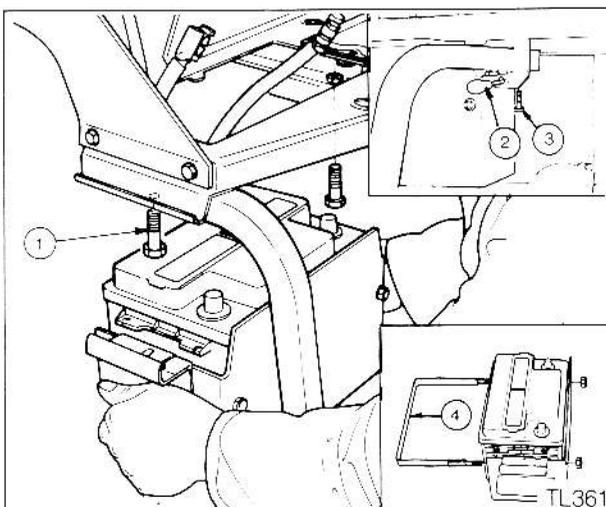

Fig. 86
Premiers tracteurs fabriqués (Fig. 86)
2. Monter la bride de maintien (4 Fig. 86) et serrer les écrous à un couple maximum de 5,0 Nm (3,69 lbf ft).